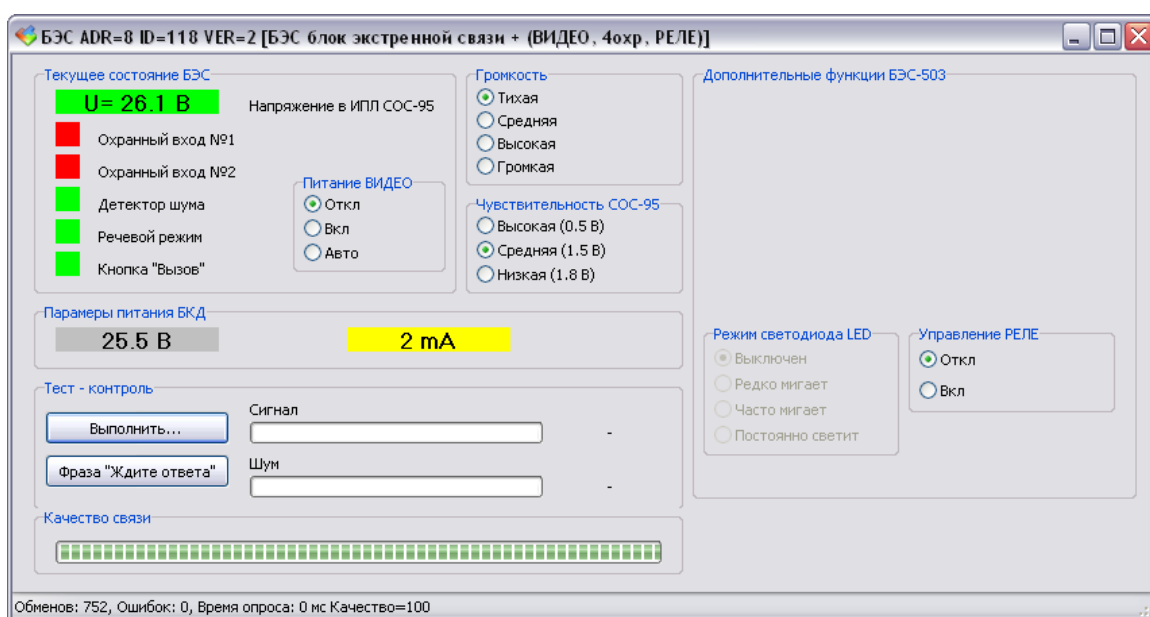

Рисунок 16 - Окно настройки и проверки БЭС
7) Выбрать в таблице БЭС с требуемым адресом и нажать на кнопку . Откроется окно настройки параметров и проверки БЭС (рисунок 16).
10) Установить требуемую громкость воспроизведения речи БЭС (рисунок 16).
Открыть дверцу корпуса, на которой установлен охранный датчик и проверить отображение красным цветом сигнала «Охранный вход 1» в программе RASOS (рисунок 16).
Вызвать срабатывание датчика удара, например, повернув корпус на угол больше 20° и проверить отображение красным цветом сигнала «Охранный вход 2» в программе RASOS (рисунок 16).
Вызвать срабатывание датчика акустического шума, например хлопком руками, и проверить отображение красным цветом сигнала «Детектор шума» в программе RASOS (рисунок 16). Проверить возвращение датчика в исходное состояние и отображение сигнала зеленого цвета.